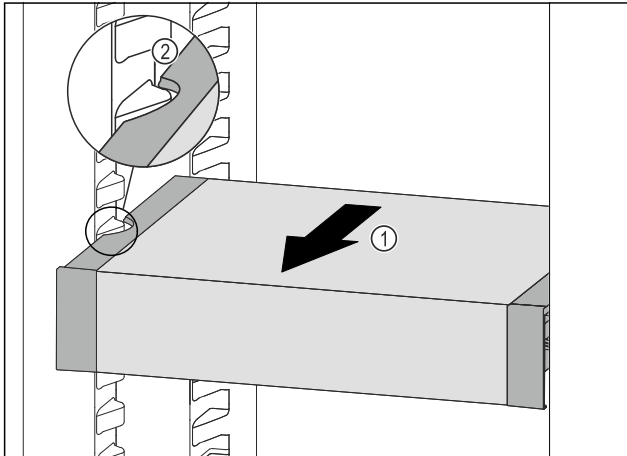

Fig. 88
- ▶ Вытягивайте VarioSafe вперед Fig. 88 (1), пока боковые выемки VarioSafe не окажутся на высоте выступа резервуара в холодильном отделении. Fig. 88 (2)